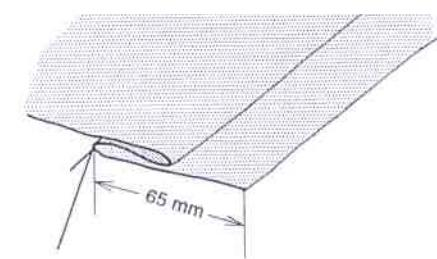

Fig. 1
- Turn up the hem to the required depth and press. Fold the hem back against the 'right' side of the garment, creating a 'soft' fold on the 'wrong' side of the fabric – see Fig. 1.
- Replier le tissu sur l'envers à la profondeur désirée pour l'ourlet et repasser le pli. Rabattre l'ourlet vers l'endroit du tissu en ne laissant dépasser qu'un faible bord du côté envers (Fig. 1).
Con el reverso del material hacia arriba hacer cuidadosamente el primer pliegue trayendo el resto del material de la izquierda para hacer un segundo pliegue o doblado en la parte superior cerca del borde del material (Ver Fig. 1).
1. Risvoltare l'orlo alla richiesta profondità e pressare. Piegare indietro l'orlo contro il lato destro dell'indumento con una piega soffice sul rovescio del tessuto. Vedere Fig. 1.
1. Vouw de zoom in de stof op de door u gewenste zoombreedte en pers deze vlak. Vouw de zoom terug naar de juiste kant van het kledingstuk, zodat er een flauwe vouw komt, aan de verkeerde kant van de stof. Zie Fig. 1.